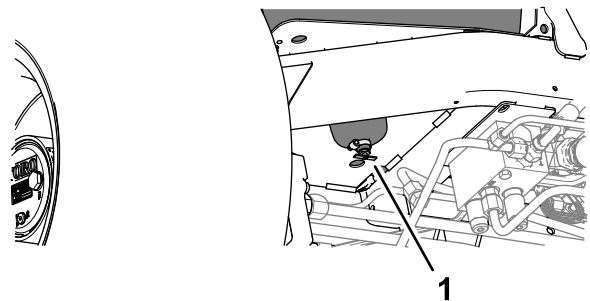

Figura 83
2. Coloque un recipiente de vaciado debajo de la válvula de vaciado en el fondo del depósito de combustible (Figura 83).